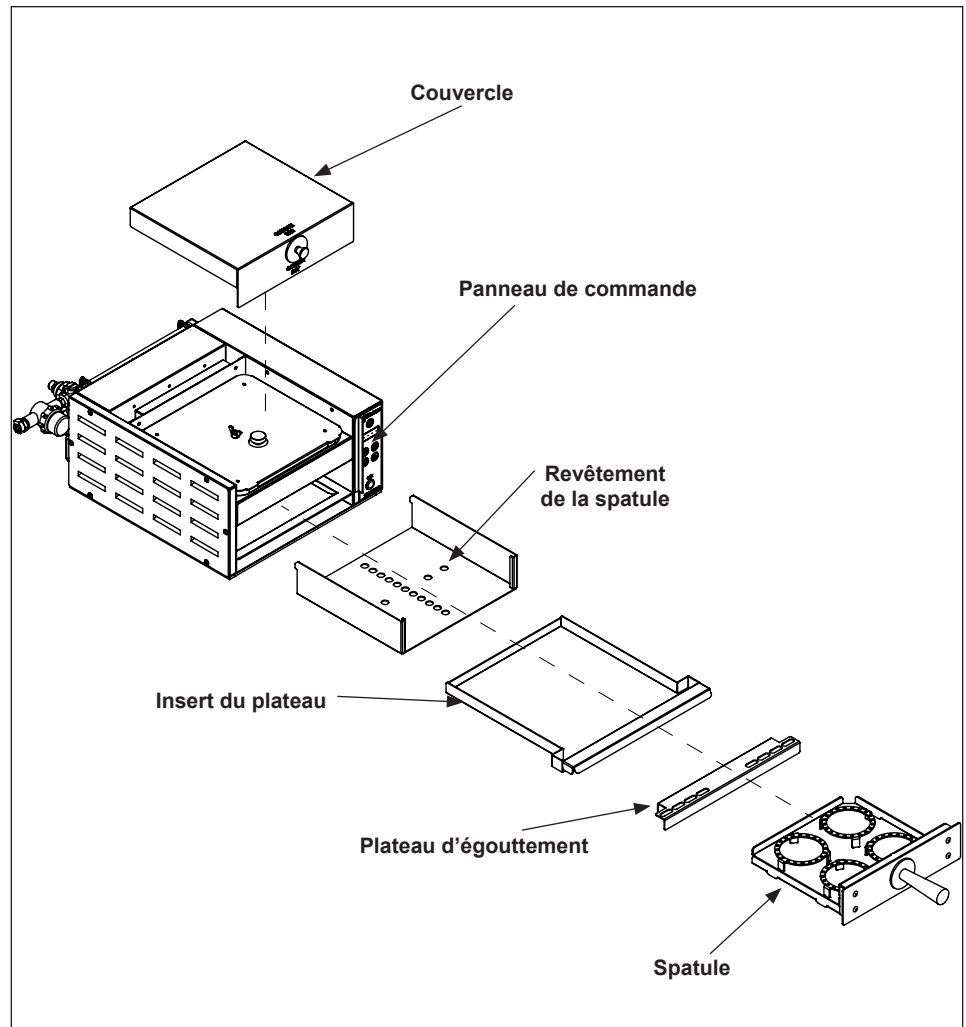

Figure 4. Composants à nettoyer
2. Mettez des gants résistants à la chaleur et retirez les éléments dans Figure 4.